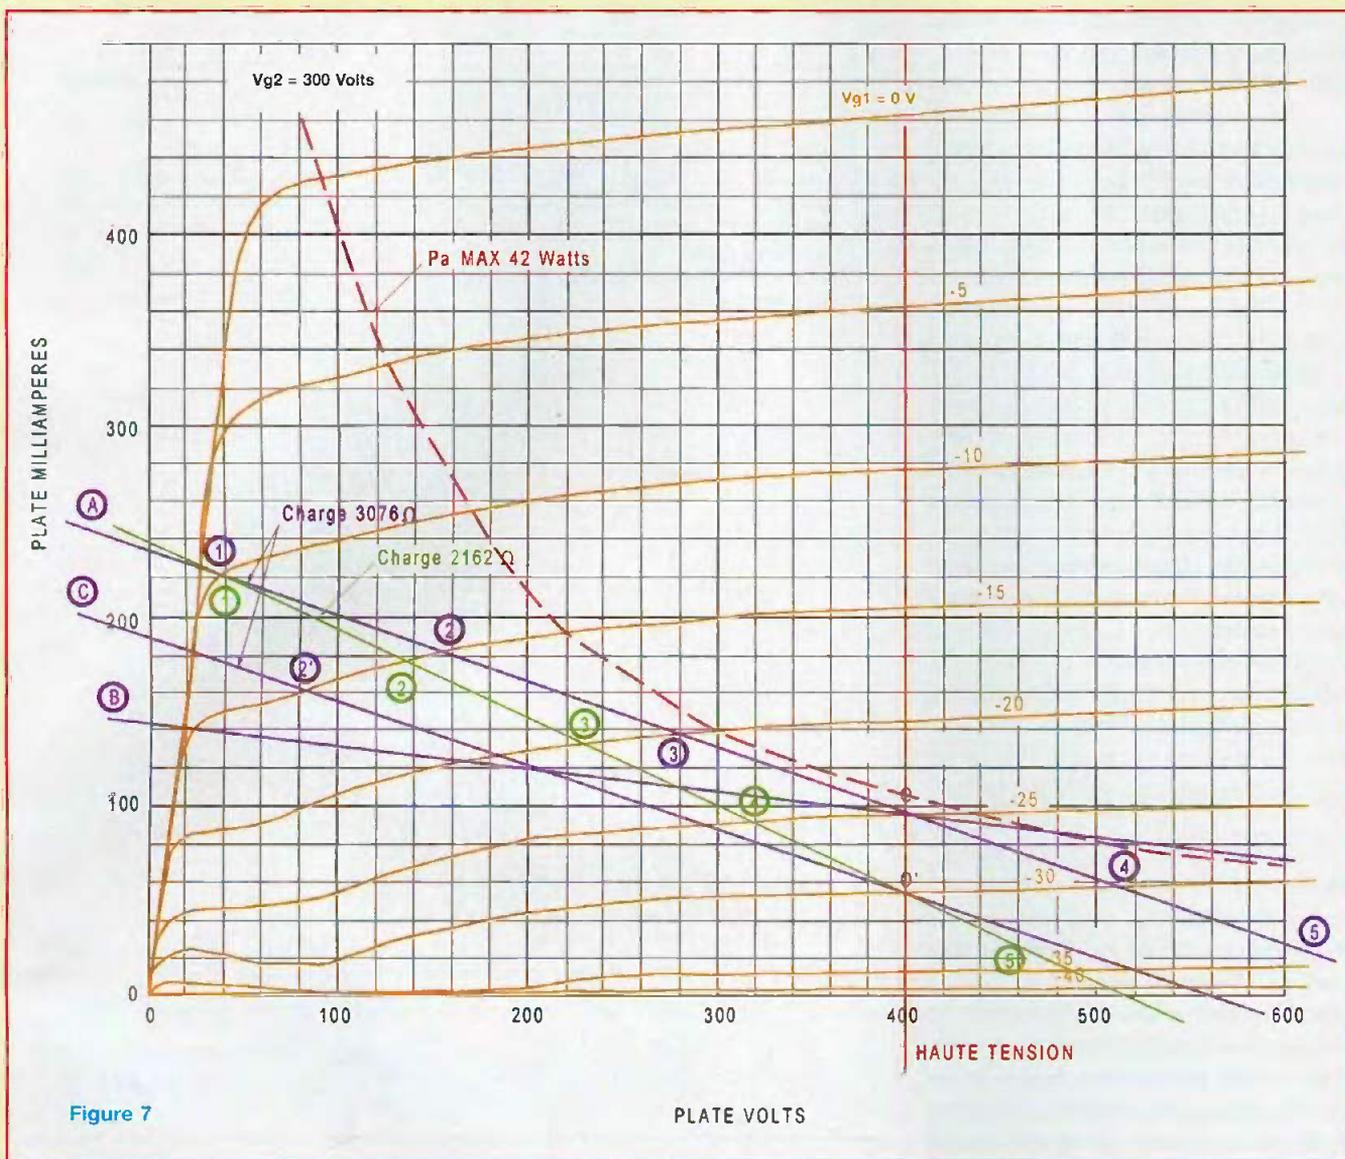

Figure 7
- 3 - Vous dressez une perpendiculaire à 400 volts (figure 7)